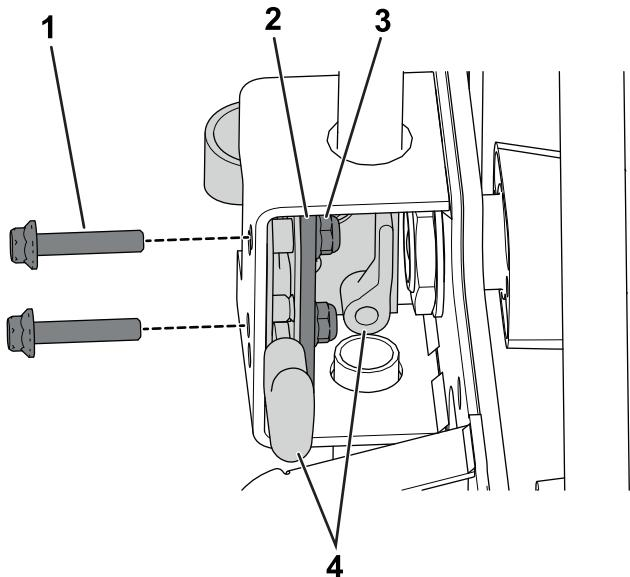

图1
1. 卸下将闩锁组件固定到手柄支架上的螺栓、支撑板和螺母 图1。
6. 使用在步骤 1 中卸下的五金件将门锁组件安装到手柄支架上请参阅图1。